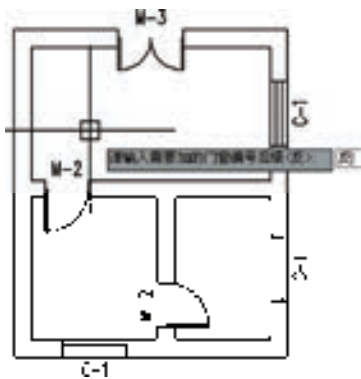

图 5-54 输入编号
3) 按〈Enter〉键，输入门窗的编号后缀，结果如图5-54所示。